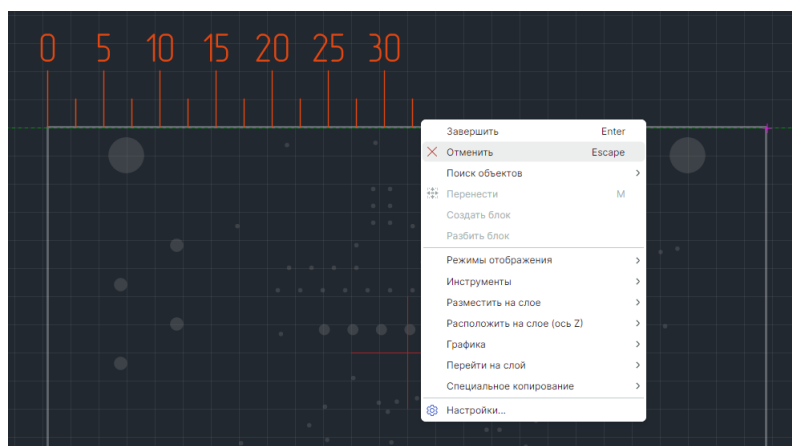

Рис. 278 Отмена размещения размерной линии
- Размещение линии можно отменить, для этого нажмите клавишу «Escape» или вызовите контекстное меню и выберите «Отменить», см. Рис. 278.